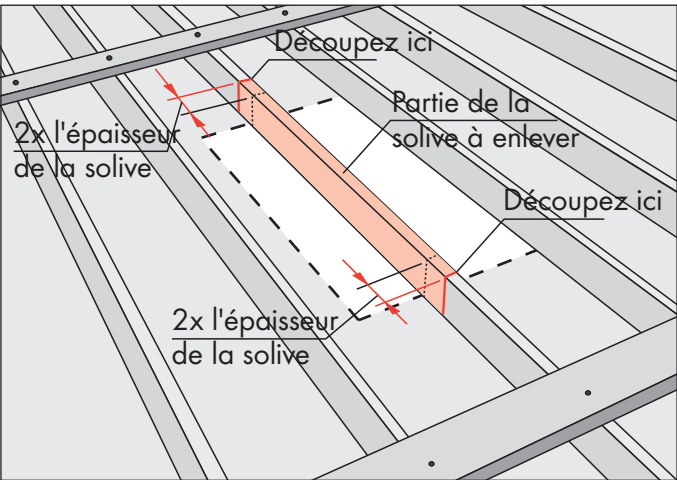

Fig. 11 La ligne pointillée indique l'emplacement choisi.
Déterminez ensuite les emplacements où il faudra couper les solives (voir figure 11). La ligne de coupe devrait se trouver à une distance de deux (2) fois l'épaisseur des solives du cadre (habituellement 7,6 cm [3 po]). Ceci vous laissera suffisamment d'espace pour placer un double chevêtre à chaque extrémité de la solive (figure 17, page 8).